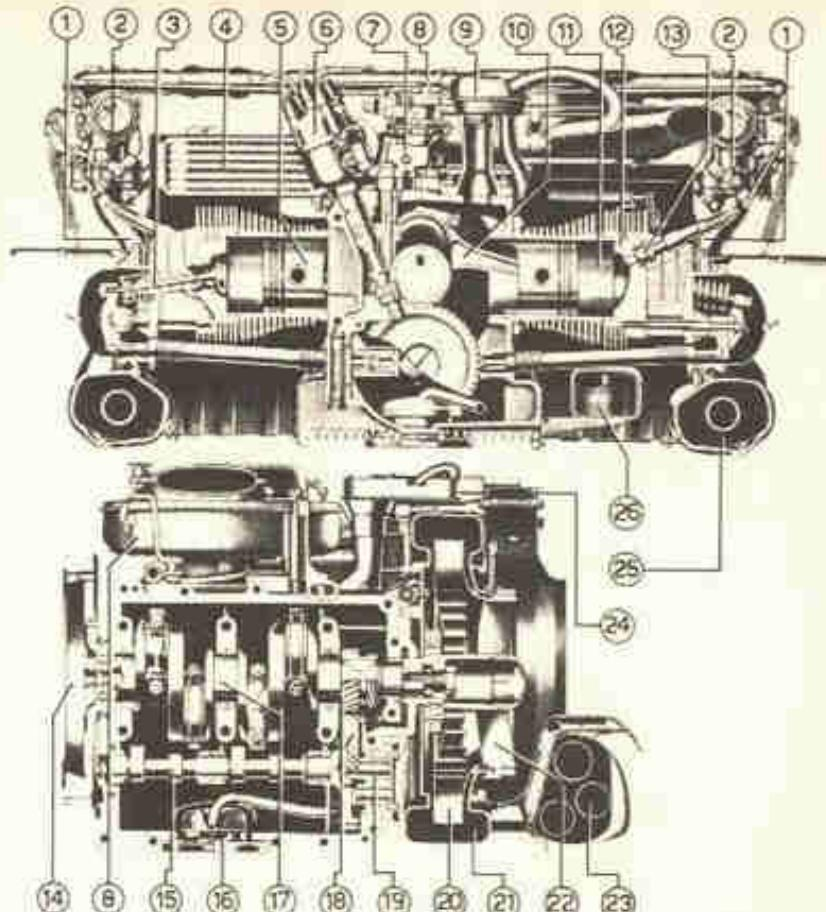

Fig. 1-V — O motor plano "1600" visto em dois cortes
Denominado "motor plano" pela fábrica, o "1600" que equipa a Variant é o típico motor VW de 4 cilindros horizontais opostos 2 a 2, refrigerado a ar, no qual foram modificadas certas partes externas tendentes a diminuir sua altura. Assim, o ventilador que, com sua carcaça contribuía sobremodo para aumentar a altura, foi montado na parte traseira da árvore de manivelas. O alternador, que substitui o dinamômetro, encontra-se montado na parte lateral do motor, acionado por uma correia pela polia da árvore de manivelas. O radiador de óleo, que se situa na posição vertical nos outros tipos de motores, passou para a posição horizontal (4, Fig. 1-V) e o sistema de alimentação, com dois carburadores e dois coletores de admissão curtos (1,2), contribuiu, não só para diminuir a altura do novo motor VW, como proporcionou um aumento de potência de 60 para 65 HP, conservando o mesmo consumo do "1600": 11 litros por quilômetro, no plano, a 3/4 da velocidade máxima, em velocidade constante.
**Componentes do motor.** — Figs. 1 a 6-V e legendas.